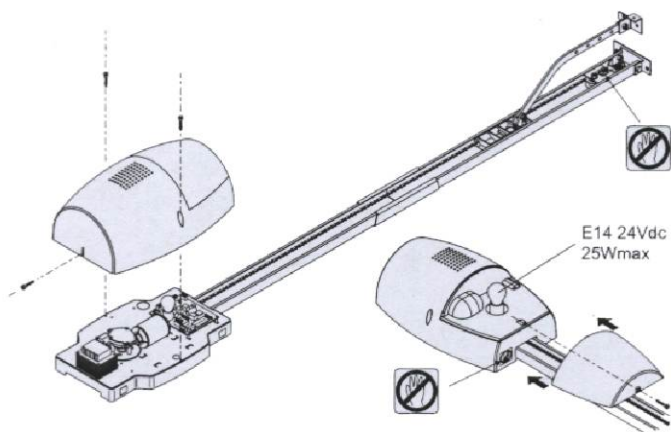

рис.16
- Используйте предупреждающие наклейки около опасных точек (рис. 16).